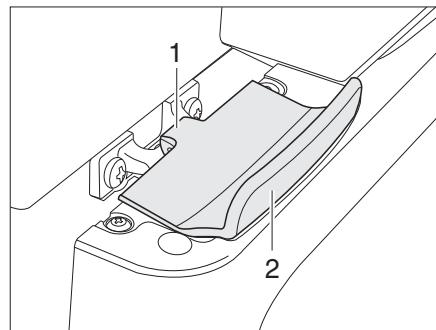

Fig. 133 Bloccaggio della porta del frigorifero, chiuso (Thetford)
**Apertura:** ■ Aprire la porta del frigorifero tirando la maniglia (Fig. 133,2). Il bloccaggio (Fig. 133,1) si sblocca automaticamente.